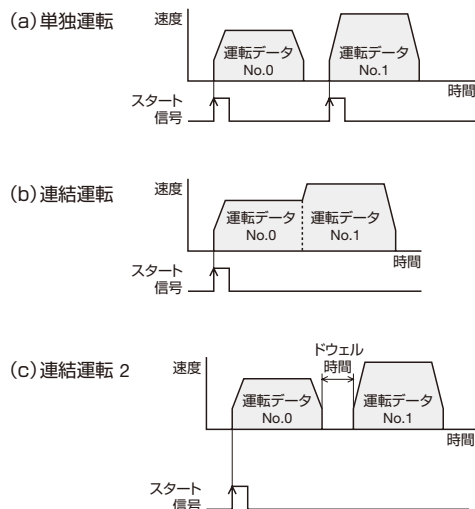

図22 単独運転と連結運転
**BXII**シリーズは、位置決めデータ設定点数が従来の6点から10点増え、16点まで設定可能となりました。また、単独運転の運転方法に加え、データを連結できる連結運転や、データを連結させて待ち時間（ドウェル時間）の設定ができる連結運転2の機能を搭載しました。単独運転では図22(a)のように、運転データごとにスタート信号が必要でしたが、連結運転では図22(b)(c)のように、1回のスタート信号で複数の運転データを運転することができます。